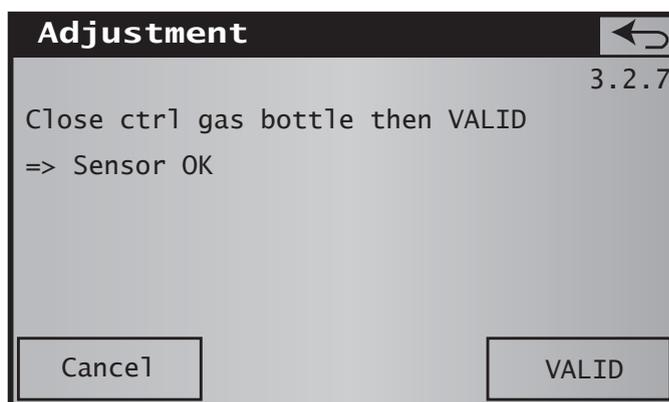

Abb. 45 Bildschirmseite 3.2.7
Das Berühren der Measure-Taste führt zur Bildschirmseite 3.2.7 (Abb. 45). Um zur normalen Messung zu kommen, ist die Flasche mit dem Kalibriergas zu schließen.
- Erzwungene Kalibrierung nach einer Minute, falls die Messwerte stabil sind: Drücken Sie dazu die Op forced after 1min-Taste und nach einer Minute wird die Bildschirmseite 3.2.7 (Abb. 45) angezeigt.